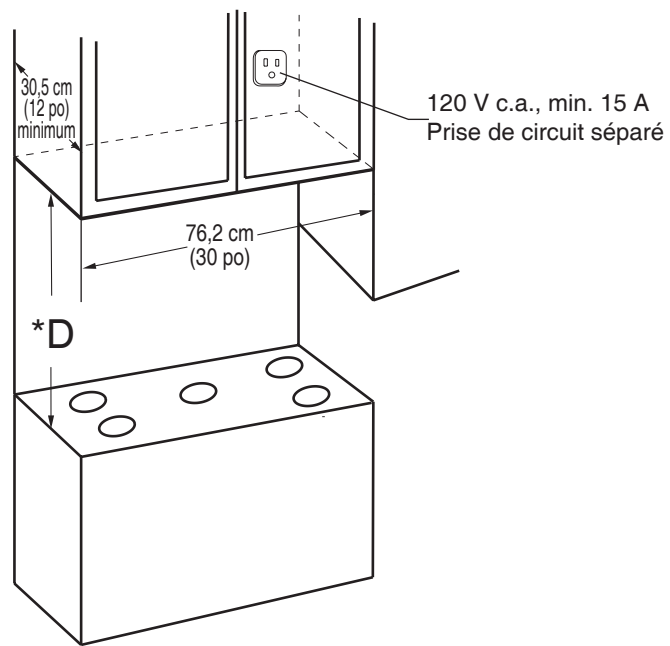

Fig. 1
1. Vérifier que la prise est bien sur un circuit séparé. (Fig. 1)